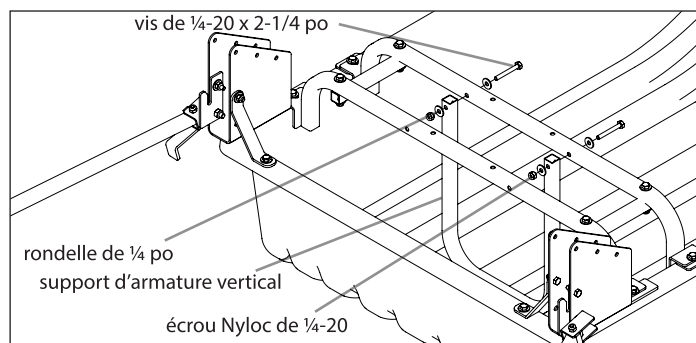

FIGURE 3
5. Attacher un (1) support d'armature vertical (11305) avec deux (2) vis de 1/4-20 x 2 po, quatre (4) rondelles de 1/4 po et deux (2) écrous Nyloc de 1/4-20. **VOIR FIGURE 3**